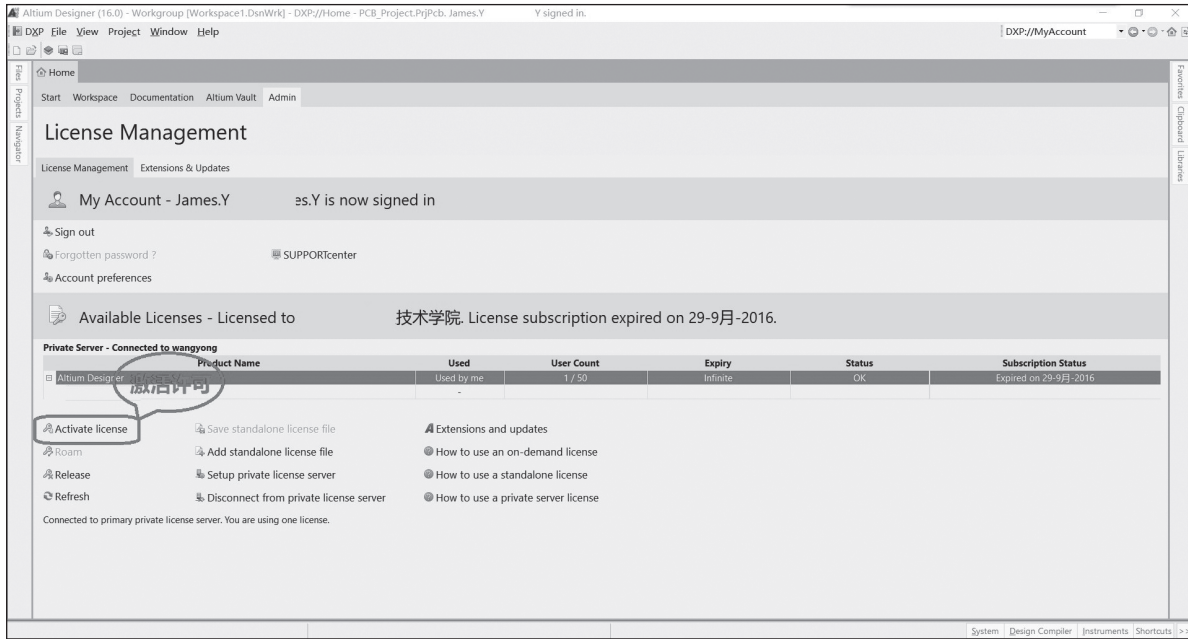

图 1-19 授权成功后的 Home 界面
(2) 在此界面中, 一般正常情况下是自动连接上的, 如果不能自动连接, 只需将教师机服务器 Primary Server 中的 Server name 或者 Server address 和 Server port 设置为教师机的电脑名称或者 IP 地址与端口固定号 21001 就行, 然后单击“OK”按钮就成功链接教师机服务器。激活许可后可在学生机电脑端可以直接看到 licensed to XXXX、授权给机构的名称及时间段。此时, 软件正式安装授权成功, 可以正常使用了, 授权成功后的 Home 界面如图 1-19 所示。